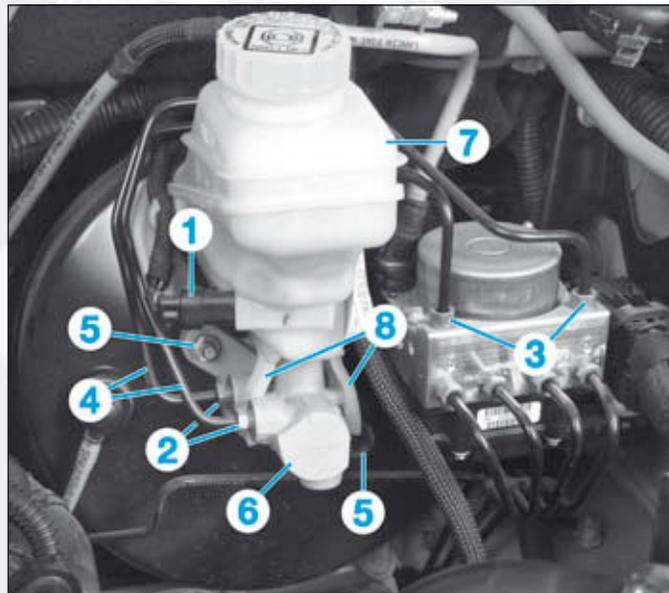

FIG.12
- Débrancher le connecteur (1) du capteur de niveau de liquide de frein (Fig.12).
- Dévisser les raccords en (2) et en (3).
- les canalisations (4),
- les écrous (5) du maître-cylindre,
- l'ensemble maître-cylindre (6) et réservoir de compensation (7),
- le réservoir de compensation du maître-cylindre en écartant les pattes (8) de leur axe.